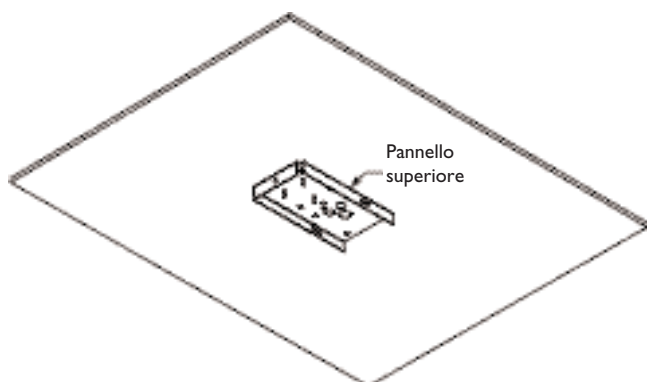

Figura 4 Posizionamento del pannello superiore su soffitto
1. Posizionare il pannello superiore su soffitto o orizzontalmente o verticalmente su parete, a seconda dei requisiti dell'installazione. Vedere **Figura 4 e 5**.